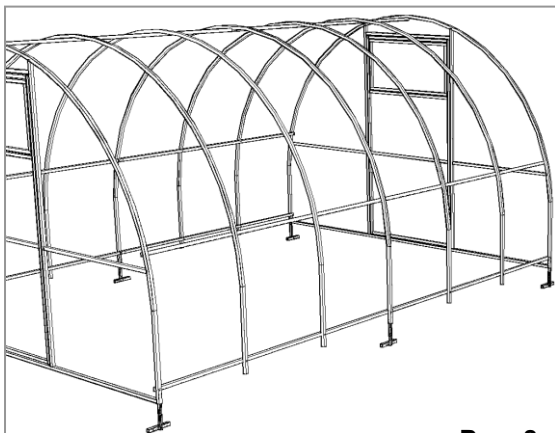

Рис. 8
5.2.6. Завийте и втория преден панел на оранжерията (рис. 8)